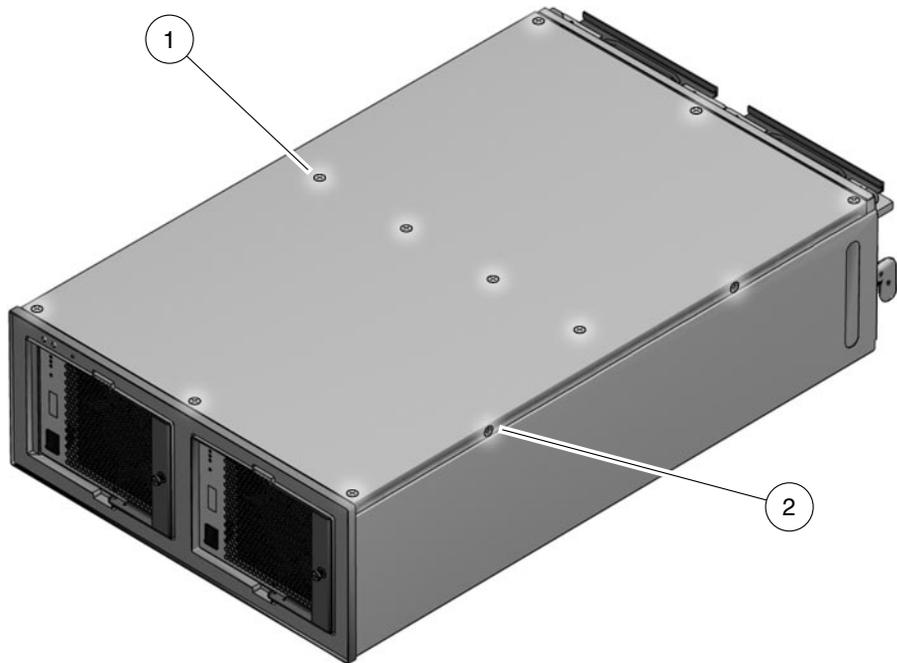

FIGURE 4-7 Retrait du capot supérieur du châssis
2. Utilisez un tournevis cruciforme n° 2 pour retirer le capot supérieur (FIGURE 4-7).